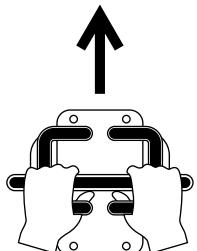

Bild 10
- Bewegen Sie beide Fahrantriebshebel nach vorne, um vorwärts zu fahren (Bild 10).